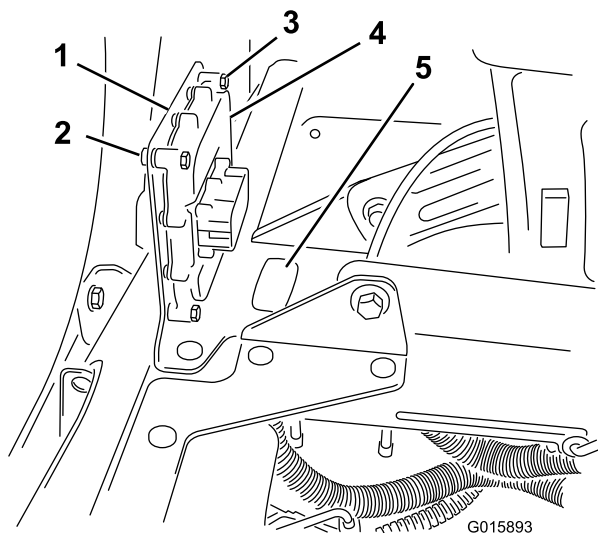

図 15
1. 打ち抜き用プラグを打ち抜いて外す (図 15)。
3. 機体の座席フレームに (二つの座席の間の後部、すでに金具がついている) ブラケットを取り付ける (図 15)。